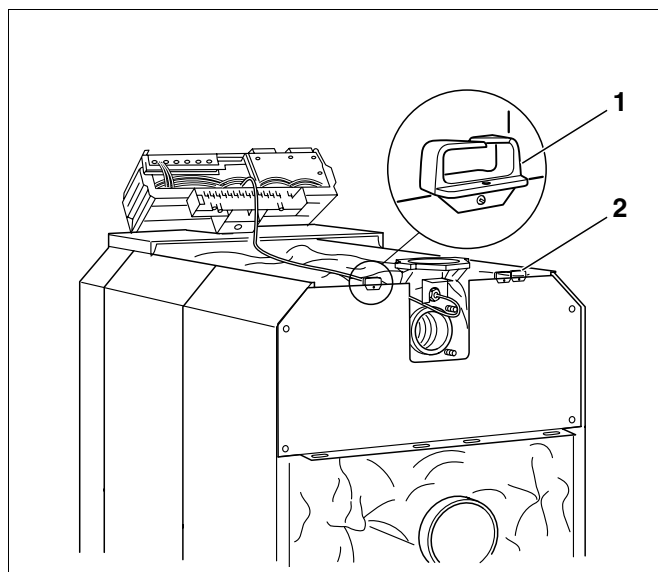

Fig. 63 Elektrisk tilslutning
- Skru kabelgennemføringen (fig. 63, **pos. 1** og **2**) på bagkappen i venstre eller højre side.